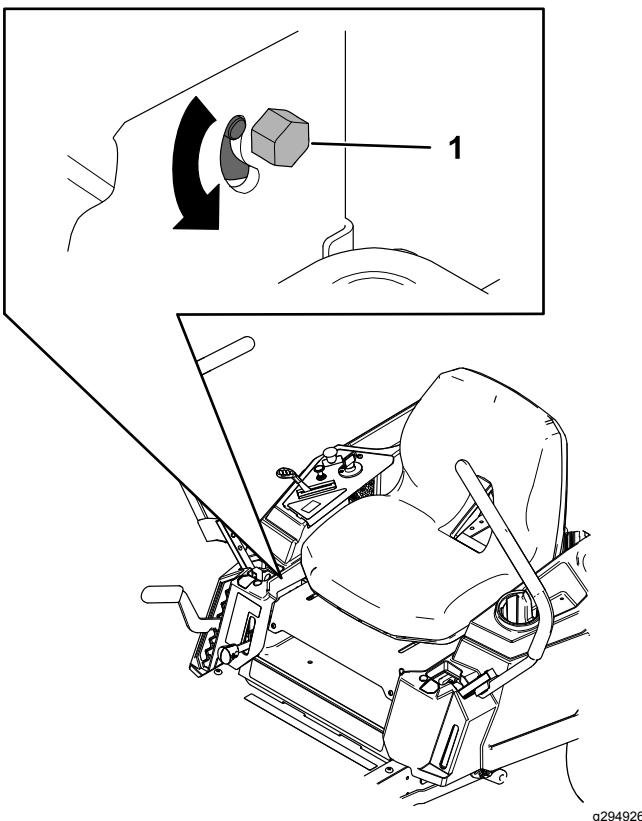

Figura 52
3. Individuate il bullone di regolazione dell'allineamento vicino alla leva di comando del movimento sul lato specifico che richiede la regolazione (Figura 52).